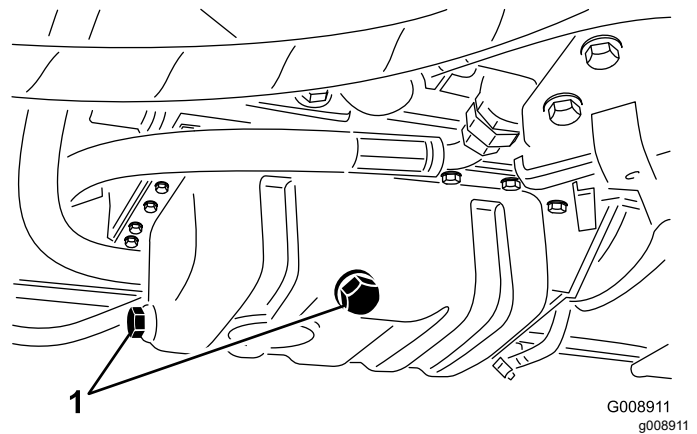

Figura 61
- Retire el tapón de vaciado (Figura 61) y deje fluir el aceite a un recipiente apropiado.